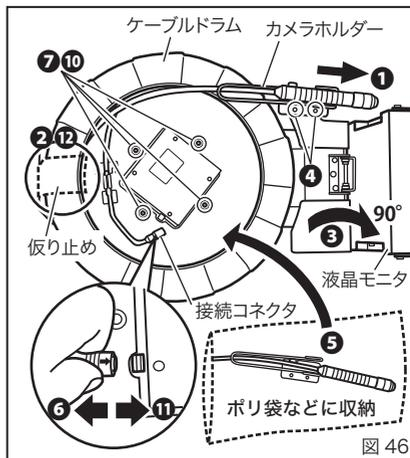

図 46
1. ケーブルドラムの取外し（図 46、47）
- ① GLS3030 のカメラヘッドを少し引きだしておきます。
- ② ケーブルドラムが回転しないよう、テープなどで仮止めします。
- ③ 液晶モニターは 90° に起こします。
- ④ カメラホルダーの固定ねじ（十字穴付きなべ小ねじ M4x12）2 個を外します。
10 ケーブルドラムのネジ穴と本体側のネジ穴位置を合わせ、ネジを固定します。（7 で外したネジ）（図 46、47）
11 コネクタを接続します。ケーブル側の→表示を上向きにして、本体側コネクタに結合します。結合を確認するため、軽くコネクタを引っ張り、抜けないことを確認します。（図 46）
12 ケーブルドラムが回転しない様、2 と同様にテープでケーブルドラムを仮止めます。（図 46）